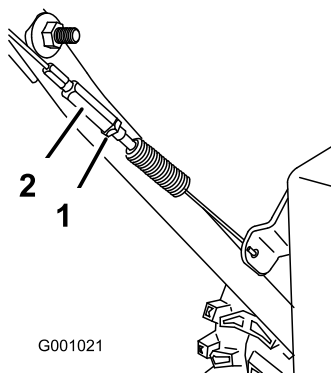

Figure 47
3. Resserrez l'écrou de blocage (Figure 47).